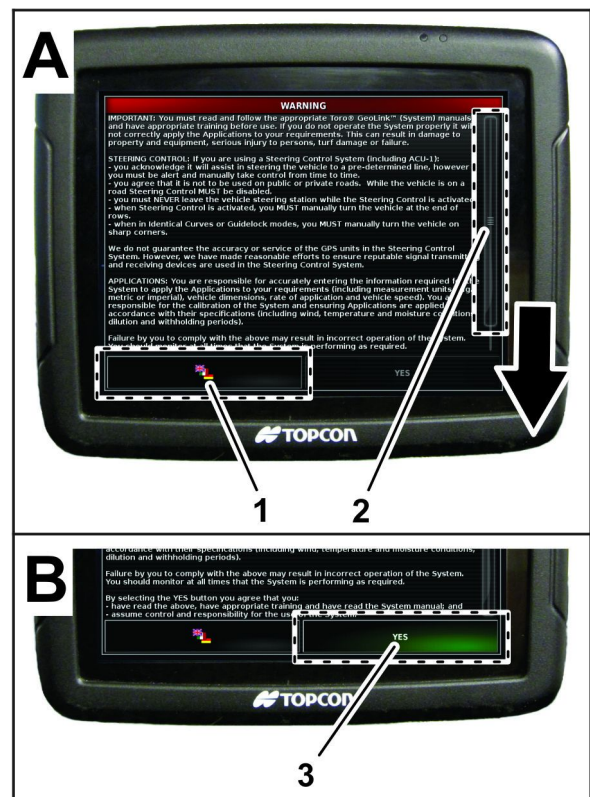

Figura 14
1. Se necessario, premete l'icona della lingua per passare a una lingua di visualizzazione diversa da quella in uso sul display X25 (Figura 14).
3. Leggete lo EULA (Figura 14).
Usate la barra di scorrimento per scorrere la schermata fino in fondo. L'icona Sì diventa verde (Figura 14).
4. Premete l'icona Sì per passare alla schermata Home (Figura 14).